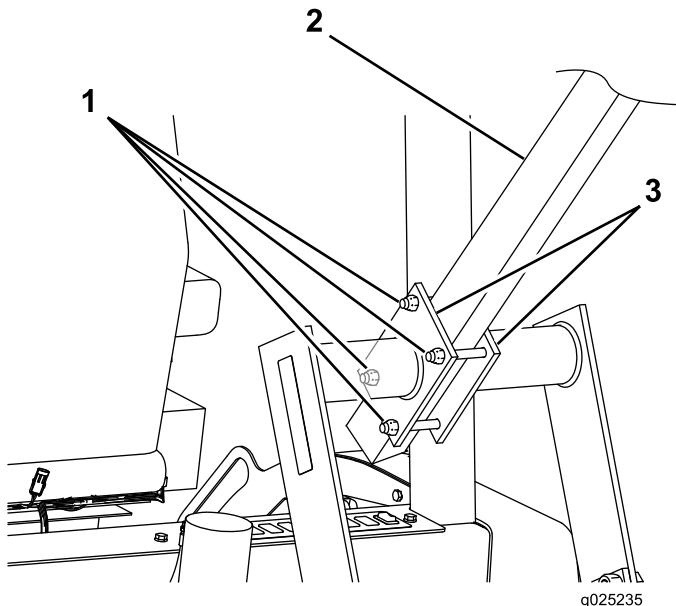

Figura 2
1. Soporte de montaje del rascador (2)
- Instale provisionalmente en las placas los 4 pernos de cabeza hexagonal (M12 x 110 mm) y las 4 contratuerzas (M12) del kit e inserte la barra del rascador entre las placas y entre los pernos, según se muestra en Figura 2.